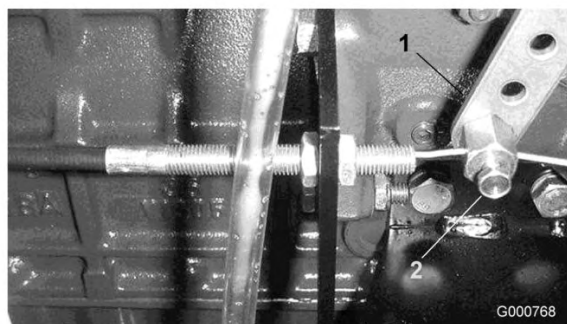

Figura 57
2. Allentate il connettore del cavo dell'acceleratore, sulla leva della pompa di iniezione (Figura 57).